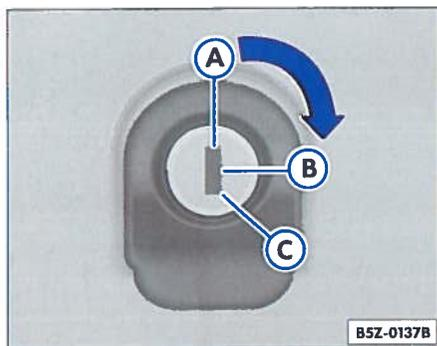

Abb. 36 Heckklappe: Öffnen von außen
– Drehen Sie den Schlüsselschlitz mit dem Schlüssel senkrecht in Stellung (A) ⇒ Abb. 36 (A).
– Drehen Sie den Schlüsselschlitz mit dem Schlüssel senkrecht in Stellung (A) ⇒ Abb. 36. Die Türen müssen vorher mit der Funkfernbedienung geöffnet werden.
– Halten Sie den Griff, drücken Sie auf den Schließzylinder ⇒ Abb. 36 und öffnen Sie die Heckklappe.
– Drehen Sie den Schlüsselschlitz mit dem Schlüssel waagrecht in Stellung (B) ⇒ Abb. 36. Die Heckklappe ist nun dauernd verriegelt und kann nur mit dem Schlüssel entriegelt werden.